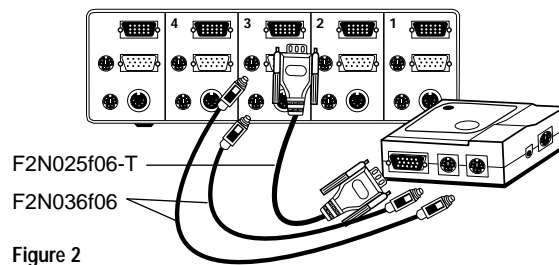

Figure 2
- 4) Connectez l'adaptateur à un port libre de votre OmniView™ PS/2. Veuillez noter que vous ne pouvez utiliser que le connecteur pour souris PS/2. Les câbles nécessaires NE SONT PAS fournis mais vous pouvez vous les procurer soit sous forme de kit de câbles (numéro de pièce A3X982f), soit individuellement (deux F2N036f06 et un F2N025f06-T). Cf. figure 2.